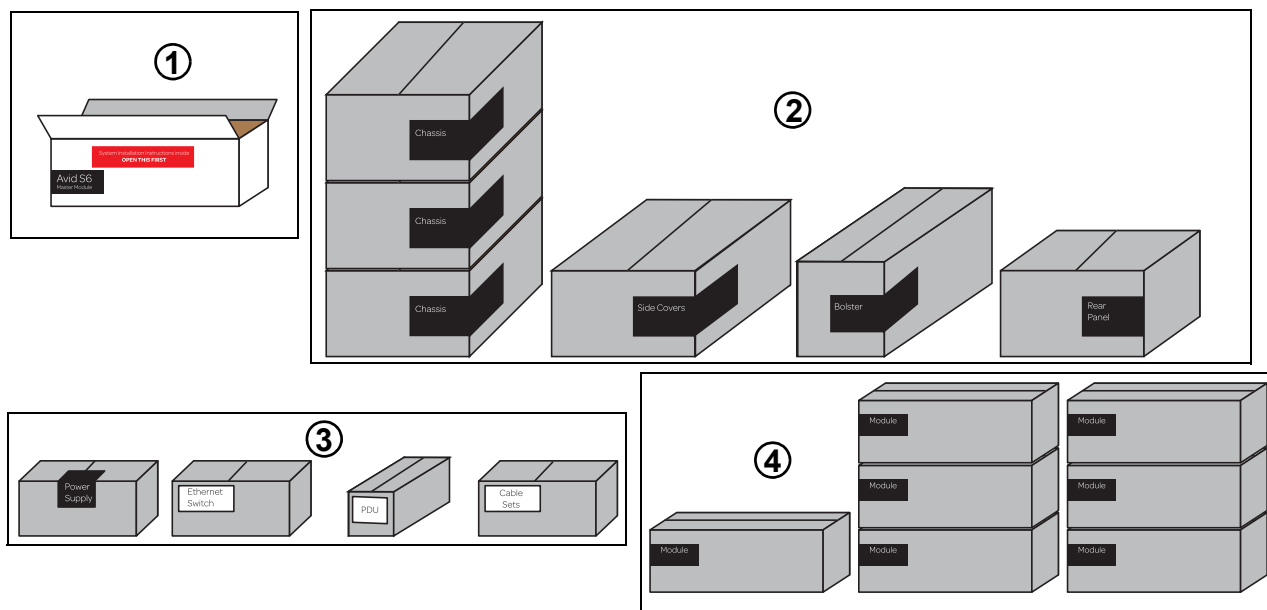

图 1 在组装 S6 M10 16-5 示例系统之前整理包装：
- 分拣并整理所购系统所配组件的包装（见图 1），简化组装流程。所有必备工具均随附在侧盖包装中（请参阅“所含部件”（第 2 页））。